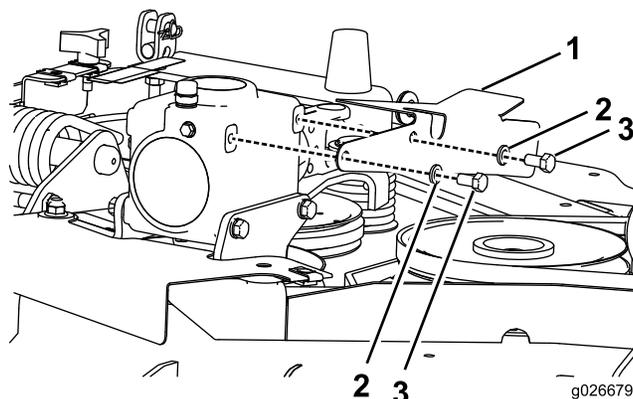

Figura 3
- 2. Coloque la cubierta del árbol de transmisión sobre la caja de engranajes, según se muestra en Figura 3.